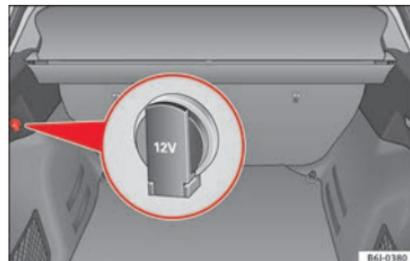

Fig. 115 Particolare del rivestimento laterale del bagagliaio: presa di corrente da 12 Volt.
- Alzare la copertura della presa di corrente »» fig. 115.